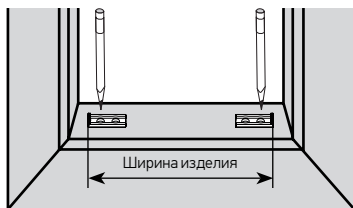

Рис.17
- 2) Приложить опору кронштейна подоконного к отметке и отметить место для отверстия зеркально сверху и снизу рамы (Рис.17).